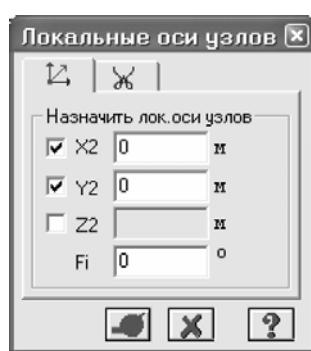

Рис.6.6. Диалоговое окно Локальные оси узлов
- С помощью пункта меню **Схема** ⇒ **Корректировка** ⇒ **Локальные оси узлов** вызовите диалоговое окно **Локальные оси узлов** (рис.6.6).